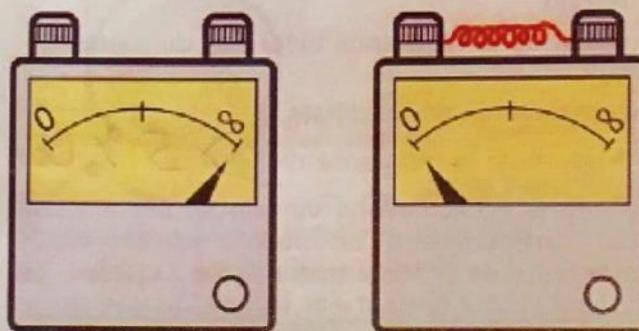

Fig. 50 - Contrôle du bon fonctionnement d'un ohmmètre.
- que lorsqu'on court-circuite les deux bornes, l'aiguille revient sur la position 0 (fig. 50)